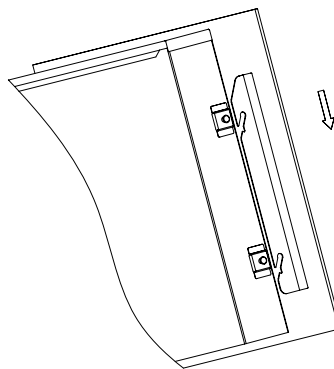

Abbildung 4
- Bringen Sie das Glaspaneel auf der Vorderseite an. Das Glaspaneel muss in die Nute auf der linken und rechten Seite fallen, siehe Abbildung 4.